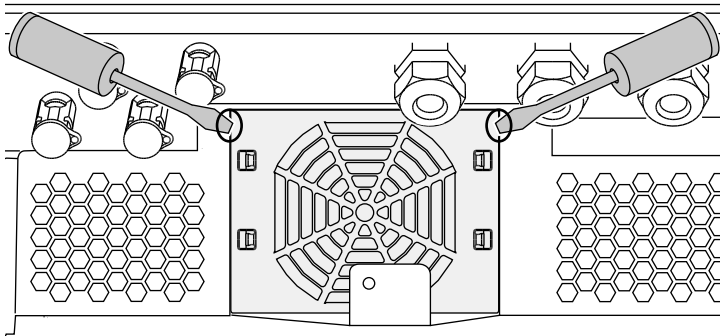

Fig. 60: Staccare la griglia della ventola
2. Smontare la ventola. A tale scopo appoggiare un cacciavite sul bordo della ventola ed esercitare una leggera pressione sulla griglia. ➡️ **Fig. 60**